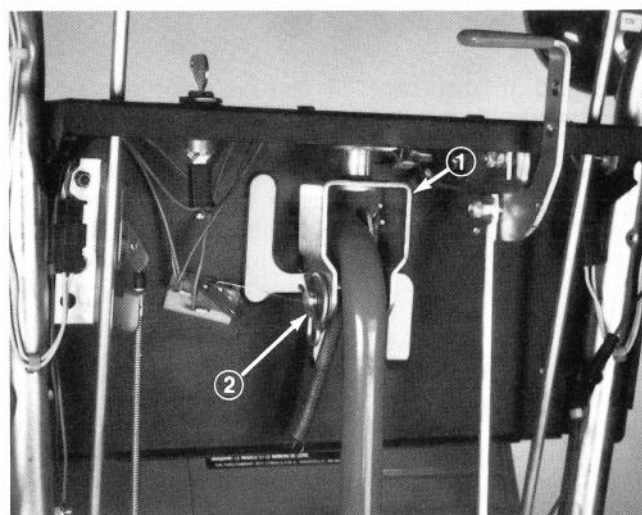

Fig. 40
2. Adskil den bagerste del af gearskiftet fra det U-formede beslag ved at fjerne hårnålssplit, spændeskive og låsebolt (Fig. 40). Flyt kontrollen fra beslaget.
3. Hvis sneslyngen ikke kan komme ud af gear, drej da det U-formede beslag (Fig. 40) indad en halv omdrejning.
4. Påmonter den bagerste del af gearskiftet til det U-formede beslag ved hjælp af låsebolt, spændeskive og hårnålssplit (Fig. 40). Låseboltens hoved skal vende mod højre.